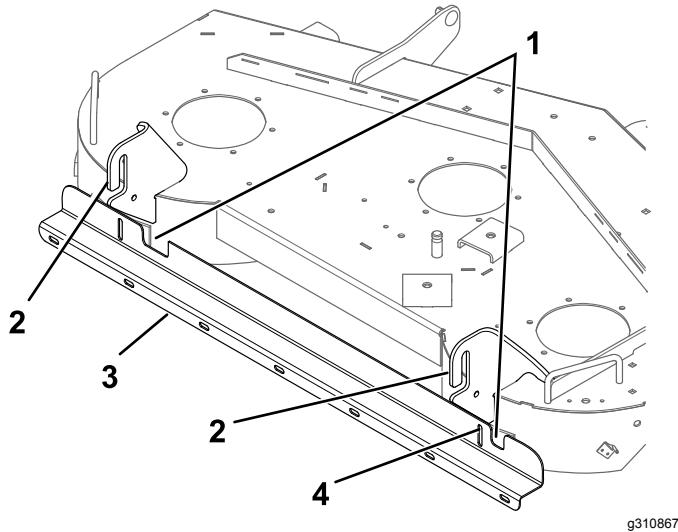

Figura 3
- 5. Usando el soporte como plantilla, marque y perfore un taladro en el patín derecho usando una broca de 9/32" (Figura 3).